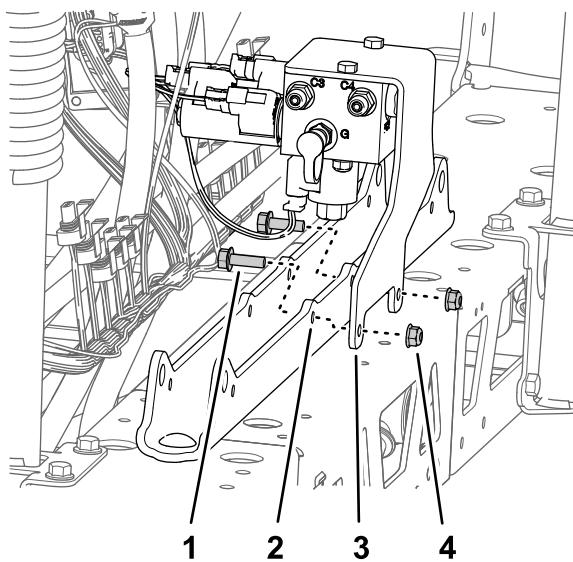

Figura 94
- Alinhe os orifícios no suporte para o coletor de elevação da secção com os orifícios na montagem do cilindro (Figura 94).
- Monte o suporte na montagem do cilindro (Figura 94) com os dois parafusos de cabeça flangeada (5/16 x 1 pol.) e a porca de bloqueio flangeada (5/16 pol.) que retirou no passo 1 de Retirar o coletor de elevação da secção.